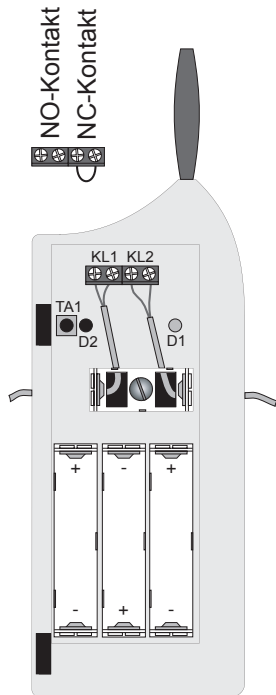

Bild 5
Dabei muss es sich um NC-Kontakte (normally closed, normal geschlossen) handeln, die am Anschluss „KL2“ betrieben werden müssen, (siehe Seite 12, Bild 5).
- Um die Überwachung komplett zu machen, können am Tür-/Fenster-Melder auch NO-Kontakte (normally open, normal geöffnet) betrieben werden (am Anschluss „KL1“, siehe Seite 12, Bild 5).
Im Tür-/Fenster-Melder selbst sind die Kabel unterhalb des Batteriefachs für die LR44-Knopfzellen zu den Schraubklemmleisten zu führen (andernfalls lassen sich die LR44-Knopfzellen später ja nicht einlegen), siehe im Bild 5.